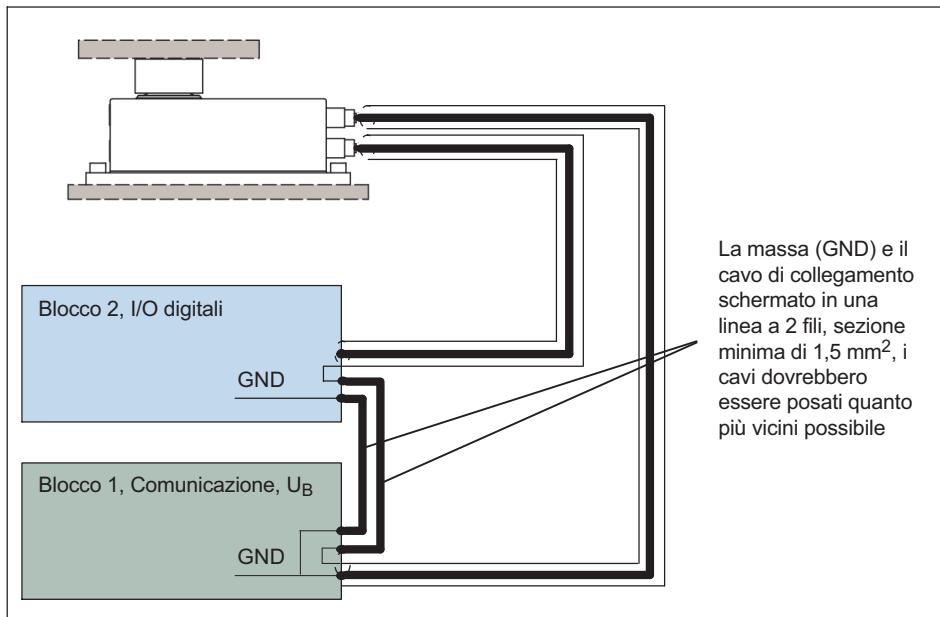

Fig. 7.2 Collegamento del potenziale GND per i blocchi funzione separati
1. i blocchi di uscita, cioè la parte digitale per la commutazione delle uscite e la parte per l'alimentazione con la tensione di esercizio e la interfaccia, sono disposti in modo separato (Fig. 7.2),
diversi, bensì molto vicine fra loro e devono essere della stessa lunghezza. La lunghezza complessiva di un conduttore non deve superare i 10 m (*Fig. 7.2*).